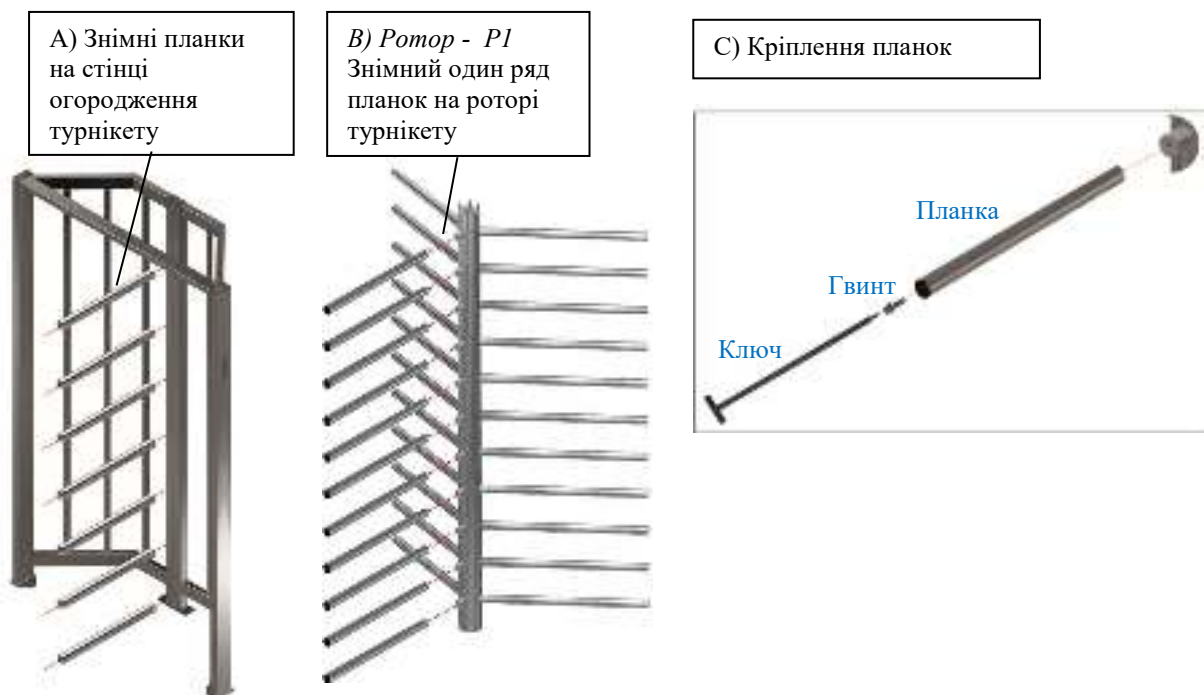

Рис.10 – Складання основних елементів та встановлення планок турнікету
- На стіну огороження встановити ряд планок (гребінку), використовуючи подовжений шестигранний ключ (входить до комплекту постачання при розібраному вигляді турнікету (рис.10 С)) і закріпити гвинтами.